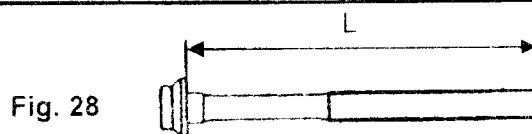

Fig. 28
**Nota:** Cambiar por uno nuevo si sobrepasa la longitud máxima que presenta en el cuadro (Fig. 28)